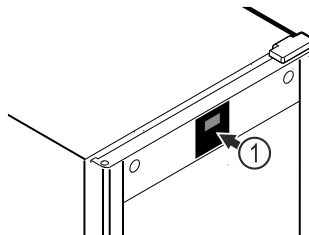

Fig. 51 Vejledende illustration
Termometeret er kalibreret fra fabrikken (forskydning på +6 kelvin). Hvis indendørstemperaturen afviger fra temperaturvisningen *Fig. 51 (1)*, kan du kalibrere termometeret.